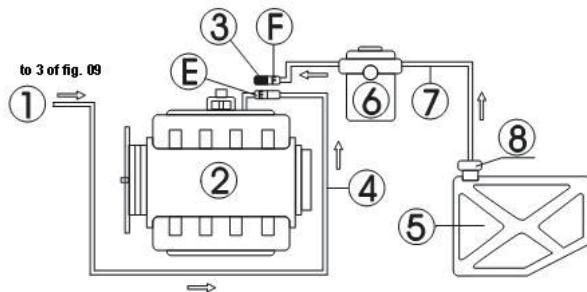

Рис.10
- Отсоедините шланги подачи топлива (E, F) топливной системы двигателя (оберните разъем при отсоединении), а затем выберите подходящий разъем и подсоедините его к концу Е. Снова подсоедините шланг выхода топлива из колодца агрегата и подвесьте шланг возврата топлива. См. рис.10.
- Остановите другой конец отсоединенного конца (F) соответствующей пробкой (используйте, когда топливный насос имеет только функцию возврата топлива), или снимите предохранитель топливного насоса, или отсоедините кабель питания топливного насоса.